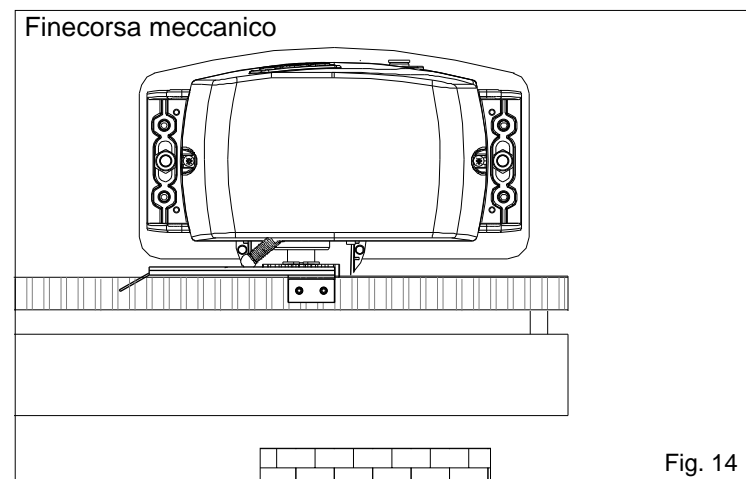
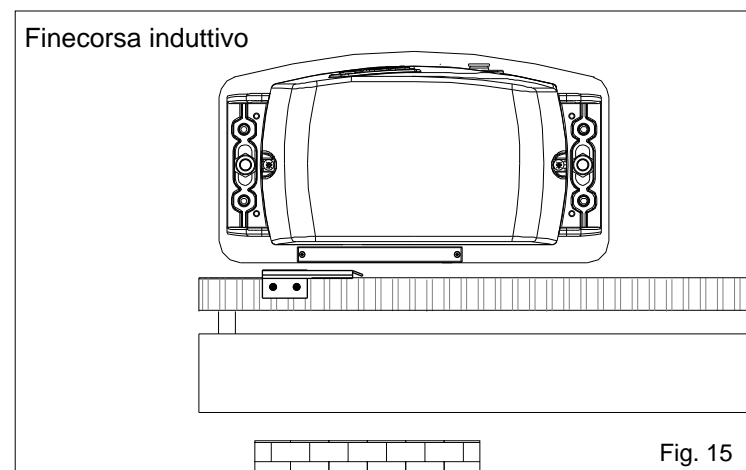
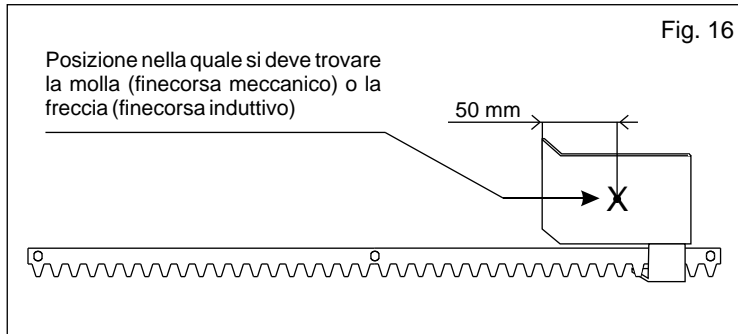
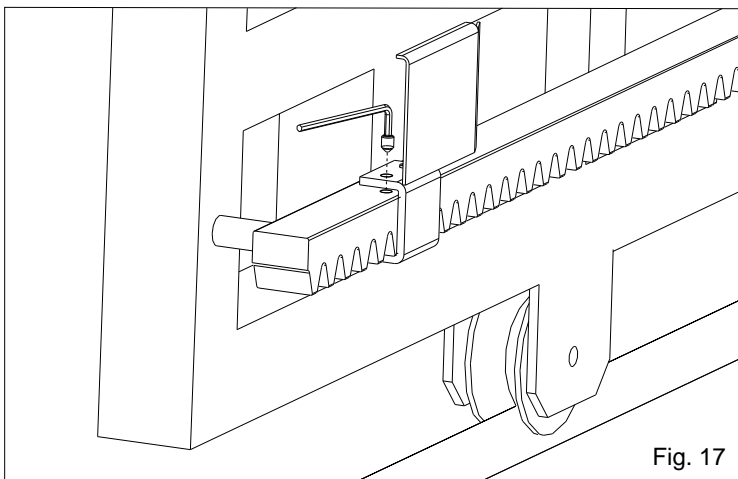

Fig. 14
Fig. 15
Fig. 16
Fig. 17
- Posizionare la piastrina sulla cremagliera in modo da avere il finecorsa (levetta in caso di finecorsa meccanico (Fig. 14); freccette di indicazione poste nella parte superiore in caso di finecorsa induttivo (Fig. 15)) in corrispondenza del punto X che si trova a 50 mm dal lato piegato della piastrina (fig. 16) e fissarla con le viti in dotazione (Fig. 17).
- Posizionare la piastrina sulla cremagliera in modo da avere il finecorsa in corrispondenza del punto X che si trova a 50 mm dal lato piegato della piastrina (fig. 16) e fissarla con le viti in dotazione (Fig. 17).